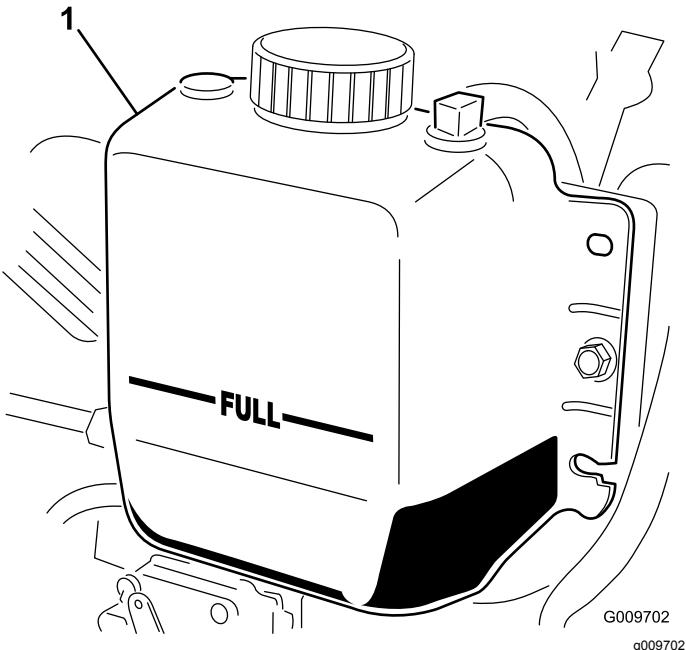

Figura 111
3. Controllate il livello del refrigerante nel radiatore. Il radiatore deve essere riempito fino alla parte superiore del collo del bocchettone ed il serbatoio di espansione fino al segno di pieno **(Figura 111)**.